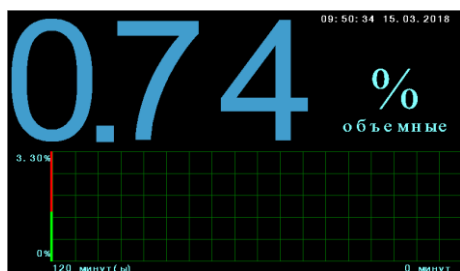

Рисунок 16 – Окно «**График**»
9.2.7 Окно «**График**» (рис.16) предназначено для просмотра показаний влагомера в виде графика: